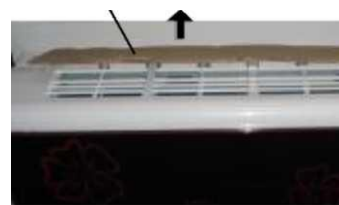

Рис. 4
**Примечание:** Функция AUTO CLEAN - отличительная особенность данного кондиционера. К кондиционеру прилагаются передний и верхний воздушные фильтры. При активации функции AUTO CLEAN воздушные фильтры могут автоматически смещаться вперед и назад. Во избежание повреждения фильтра при транспортировке, он упакован в картон (см. рис. 4 и 5). По окончании установки внутреннего блока снимите панель кондиционера и удалите картонную упаковку.
1. Удалите картонную упаковку с верхнего воздушного фильтра после того, как внутренний блок кондиционера вынут из коробки. Рис. 4.